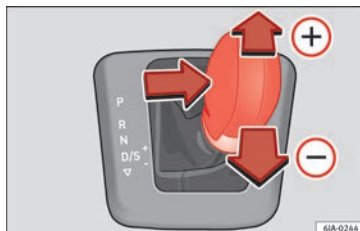

Fig. 179 Alavanca seletora: Tiptronic.
- Empurre suavemente a alavanca de seleção para a frente **+** » **Fig. 179.**
- Empurre suavemente a alavanca de seleção para trás **-** » **Fig. 179.**